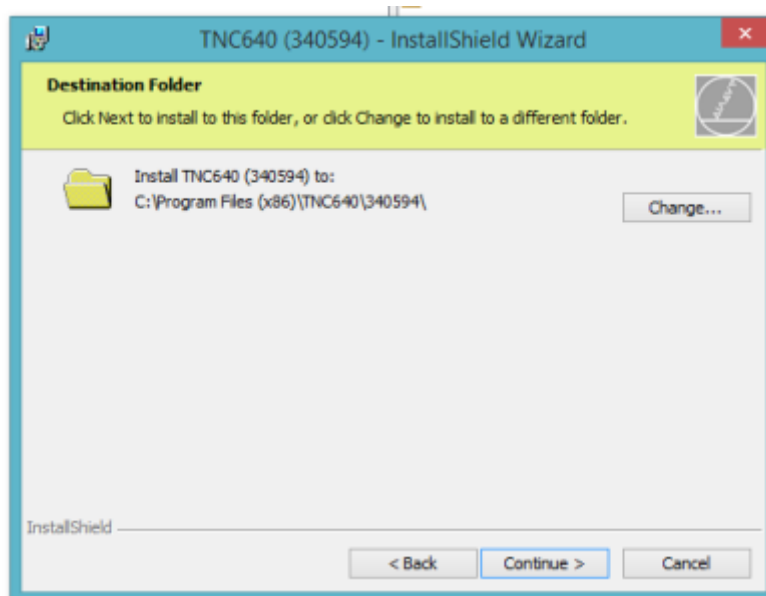

Рисунок 1.5 - Вибір папки установки
4. Вибрати папку установки або погодитися з обраною за замовчуванням і натиснути *Continue* ( рис.1.5).